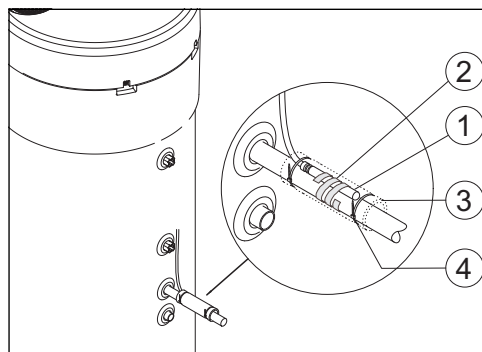

Rys. 7
- ▶ Zamontować zestaw montażowy [1], czujnik temperatury NTC osprzętu [2] i czujnik temperatury NTC regulatora [3] i umieścić sposob przedstawiony na rys. 7.